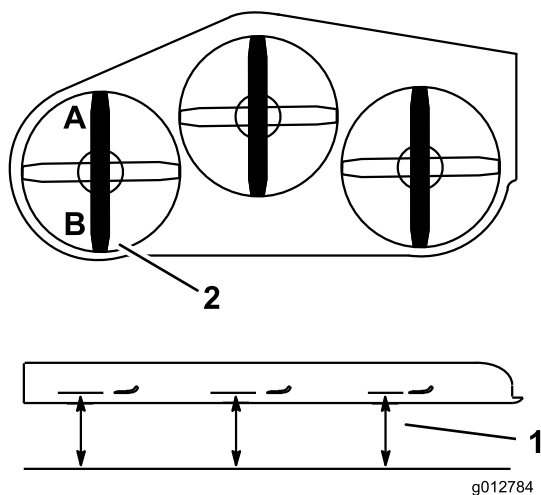

Figura 84
- Mida la cuchilla izquierda en la posición **A** desde una superficie nivelada hasta el filo de corte de la punta de la cuchilla, y anote esta medida (Figura 84).
- Mida la cuchilla izquierda en la posición **B** desde una superficie nivelada hasta el filo de corte de la punta de la cuchilla, y anote esta medida (Figura 84).
- La cuchilla del cortacésped debe estar entre 6 a 10 mm (1/4 a 3/8 pulgadas) más baja en la posición **A** que en la posición **B** (Figura 84). Si la distancia no es correcta, continúe con los pasos siguientes.